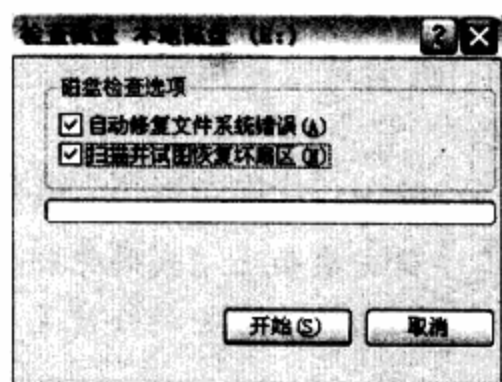

图7-3 修复磁盘
**步骤 03** 在弹出的“检查磁盘 本地磁盘 (E:)”对话框中，选中“自动修复文件系统错误”和“扫描并试图恢复坏扇区”复选框，然后单击“开始”按钮。如图7-3所示。